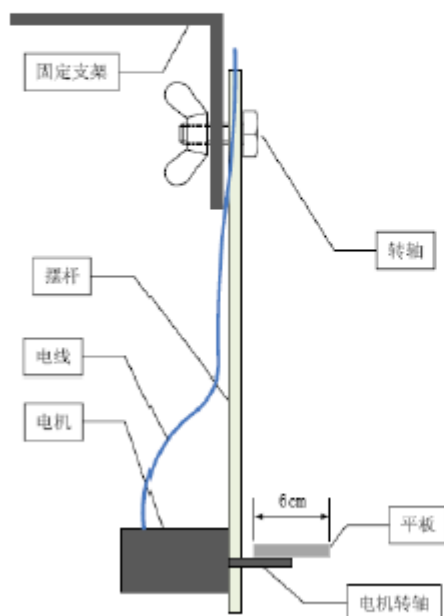
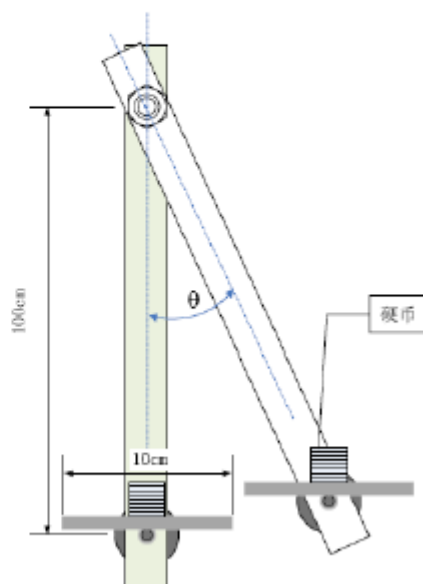

图 1
图 2
设计并制作一个自由摆上的平板控制系统，其结构如图1 所示。摆杆的一端通过转轴固定在一支架上，另一端固定安装一台电机，平板固定在电机转轴上；当摆杆如图2 摆动时，驱动电机可以控制平板转动。
- (1) 控制电机使平板可以随着摆杆的摆动而旋转(3~5 周)，摆杆摆一个周期，平板旋转一周(360°)，偏差绝对值不大于45°。
- (2) 在平板上粘贴一张画有一组间距为1cm 平行线的打印纸。用手推动摆杆至一个角度 θ (θ 在30°~45° 间)，调整平板角度，在平板中心稳定放置一枚1 元硬币(人民币)；启动后放开摆杆让其自由摆动。在摆杆摆动过程中，要求控制平板状态，使硬币在5 个摆动周期中不从平板上滑落，并尽量少滑离平板的中心位置。
- (3) 用手推动摆杆至一个角度 θ (θ 在45°~60° 间)，调整平板角度，在平板中心稳定叠放8 枚1 元硬币，见图2；启动后放开摆杆让其自由摆动。在摆杆摆动过程中，要求控制平板状态使硬币在摆杆的5 个摆动周期中不从平板上滑落，并保持叠放状态。根据平板上非保持叠放状态及滑落的硬币数计算成绩。